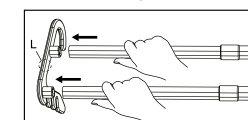

Fig. 5
KROK 5: weź końcówkę „L” i przymocuj do dużego końca obu rozsuwanych drążków. Przytrzymaj rozsuwane drążki, gdy są wciśnięte do końcówki i mocno je przymocuj. Zob. 'Fig. 5'.
STEP 5: Take the 'L' end piece and attach to the large end of both the extendable tubes. Hold the extendable tubes as they are pushed into the end piece and attach firmly. See 'Fig. 5'.
ÉTAPE 5 : prenez la pièce d'extrémité « L » et fixez-la à la grande extrémité des deux tubes extensibles. Maintenez les tubes extensibles lorsque vous les enfoncez dans la pièce d'extrémité et fixez solidement. Voir 'Fig. 5'.
STAP 5: Neem eindstuk 'L' en bevestig het aan het grote uiteinde van beide verlengbuizen. Houd de uitschuifbare buizen vast terwijl u ze in het eindstuk duwt en bevestig ze stevig. Zie 'Fig. 5'.
SCHRITT 5: Nehmen Sie das R-Endstück und befestigen es am breiten Ende der beiden Ausziehstangen. Halten Sie die Ausziehstangen fest, während sie in das Endstück geschoben werden, und bringen Sie sie fest an. Siehe 'Fig. 5'.
PASO 5: Fije la pieza del extremo izquierdo al extremo grueso de ambos tubos extensibles. Sujete los tubos extensibles mientras los introduce en la pieza del extremo y fíjelos con firmeza. Consulte la 'Fig. 5'.